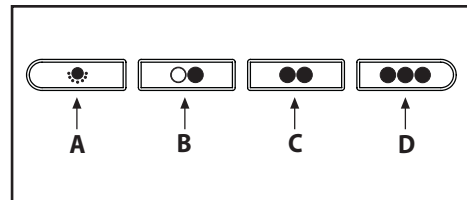

Fig.12
• **Commandes mécaniques (Fig.12):** les symboles sont indiqués ci-dessous: